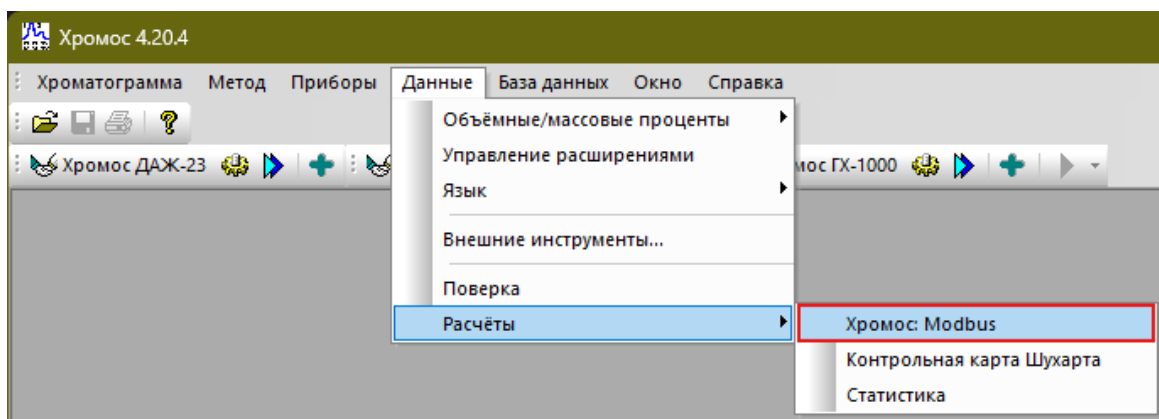
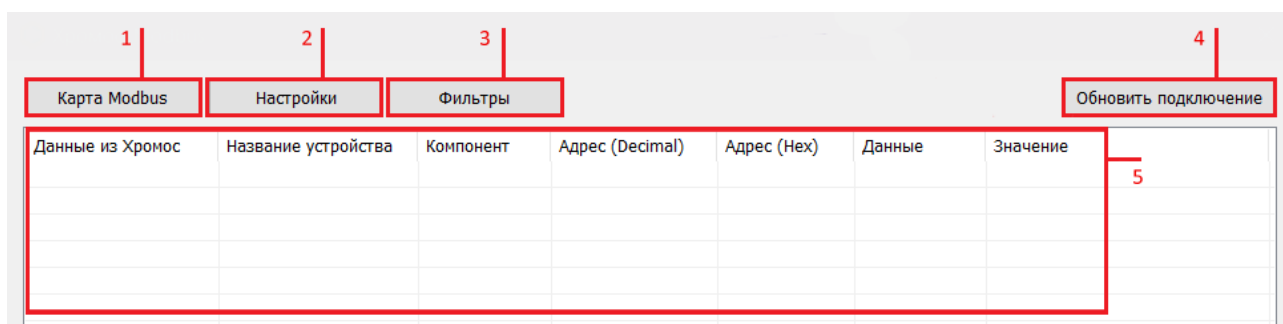

Рис. 2. Запуск дополнения в ПО «Хромос»
Рис. 3. Основное окно программы
2. В меню *Данные* выберите **Расчёты** > **Хромос: Modbus** (Рис. 2). Откроется окно программы (Рис. 3).
Основное окно программы (Рис. 3) состоит из следующих элементов: